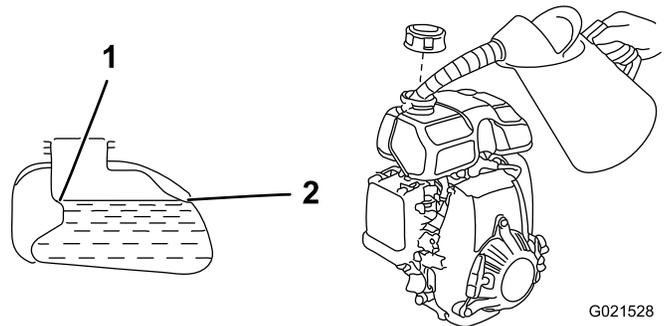

Figura 14
3. Añada gasolina sin plomo al depósito de combustible hasta que el nivel esté en la marca del nivel de combustible, según se muestra en Figura 14.
4. Coloque el tapón del depósito de combustible firmemente (Figura 14).